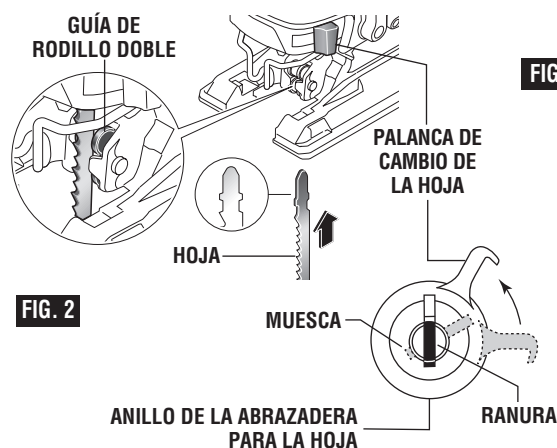

FIG. 2
2. Jale la palanca de cambio de la hoja hasta el punto en que la muesca ubicada en el anillo de la abrazadera para la hoja se alinee con la ranura ubicada en el centro de la abrazadera (Fig. 2).